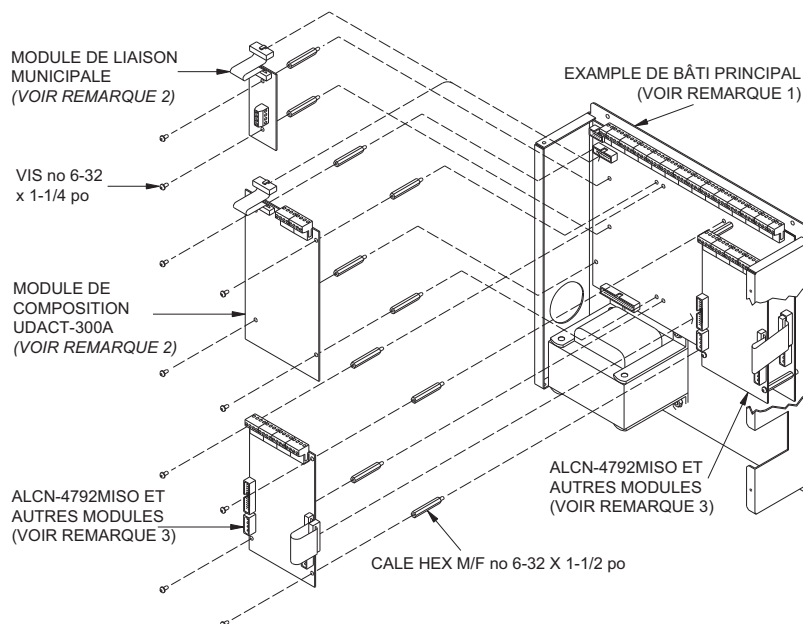

Figure 2 Emplacements d'installation du ALCN-4792MISO
1. Fixer la nouvelle carte avec les vis ou attaches incluses, comme le montre la figure 2.